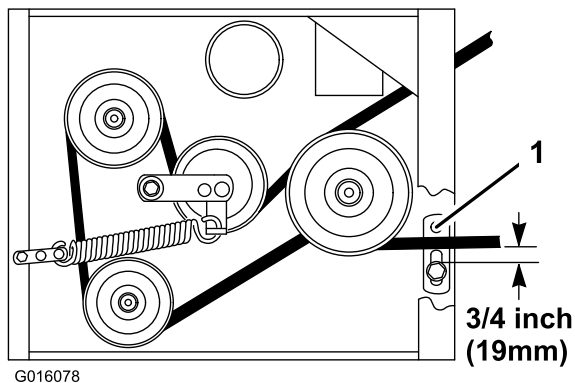

**Figura 47**
6. Si no es posible ajustar más el tensor y la correa todavía está floja, coloque la polea tensora trasera en el taladro central o delantero (Figura 47). Utilice el taladro que permita un ajuste correcto.
7. Cuando se cambia de posición la polea tensora, será necesario cambiar también la guía de la correa. Mueva la guía de la correa a la posición delantera (Figura 47).